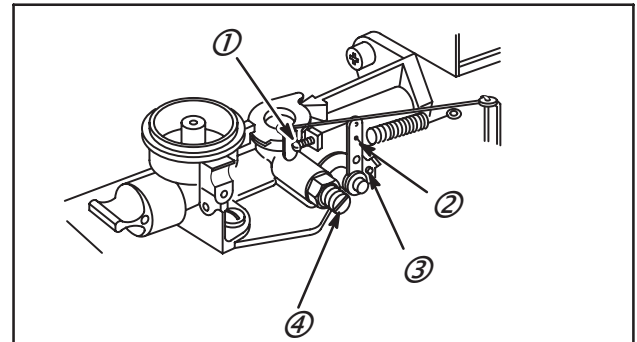

Fig. 21
Vis de réglage du régime – Visser pour augmenter la vitesse (3) Réglage vis de richesse (4) Fig. 21.